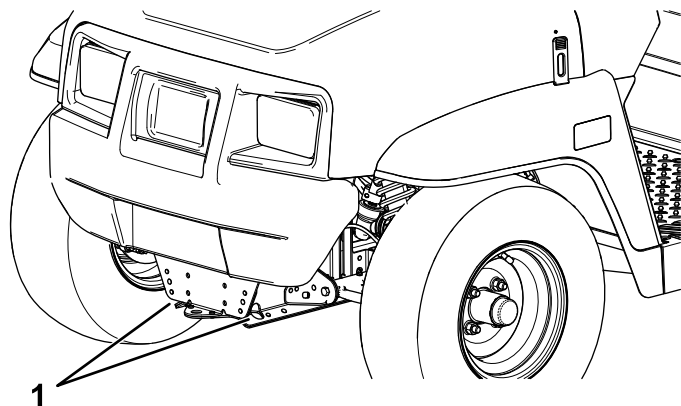
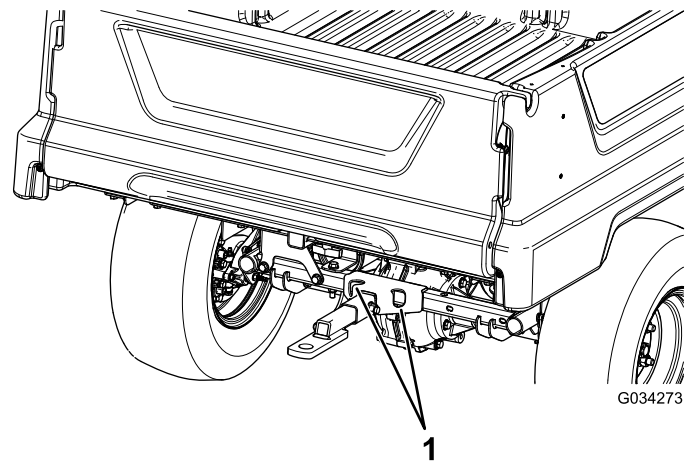

Figura 19
Figura 20
Consulte Figura 19 e Figura 20 para localizar os pontos de fixação da máquina.
2. Ate um cabo de reboque ao garfo, na parte dianteira do chassis da máquina (Figura 19).